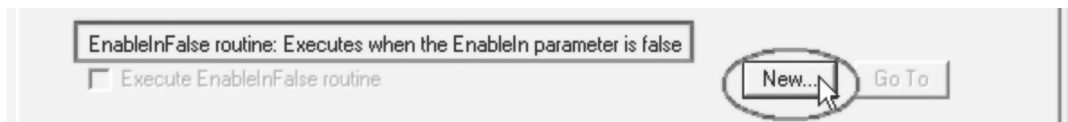

图 18-13 新建按钮
2. 选择“扫描模式”（Scan modes）选项卡并单击“新建”（New）按钮来创建一个 EnableInFalse 例程，如图 18-13 所示。